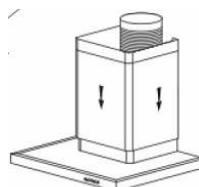

Bild. 7
- Lyft upp den övre kanalen till taket och fixera den vid fästet med hjälp av de två skruvorna (Bild 7).